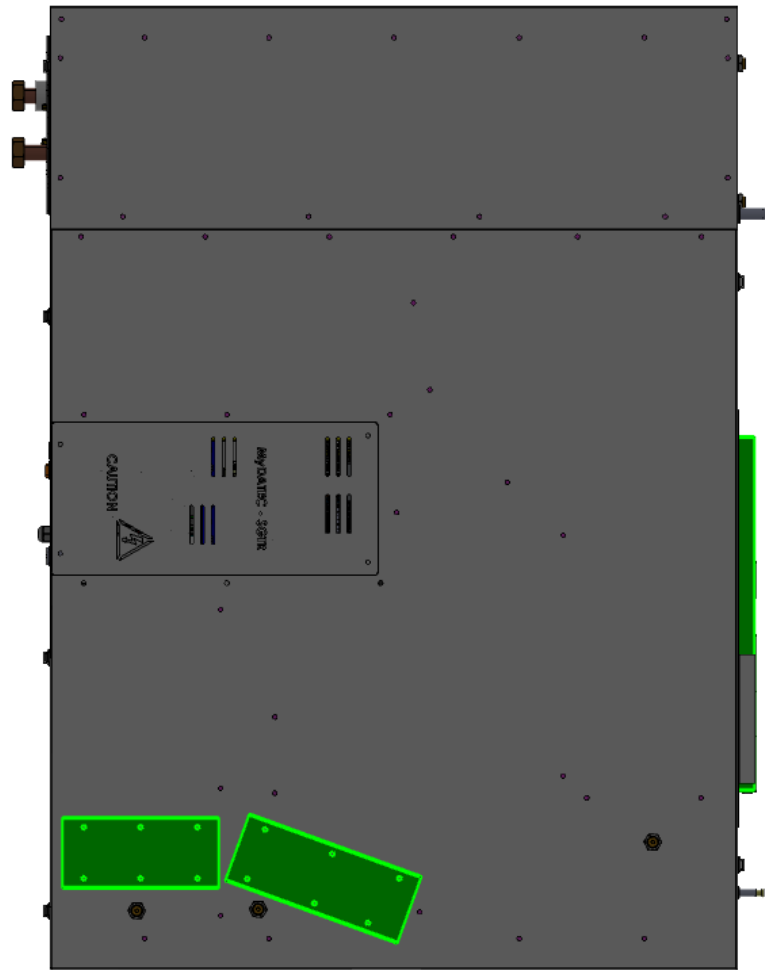

Fig.1
- 1) Svitare n.12 viti utilizzando una chiave a brugola da 8. Per rimuovere pannelli evidenziati in Fig.1
- 2) Rimuovere pannelli chiusura filtri evidenziati in verde in Fig.1